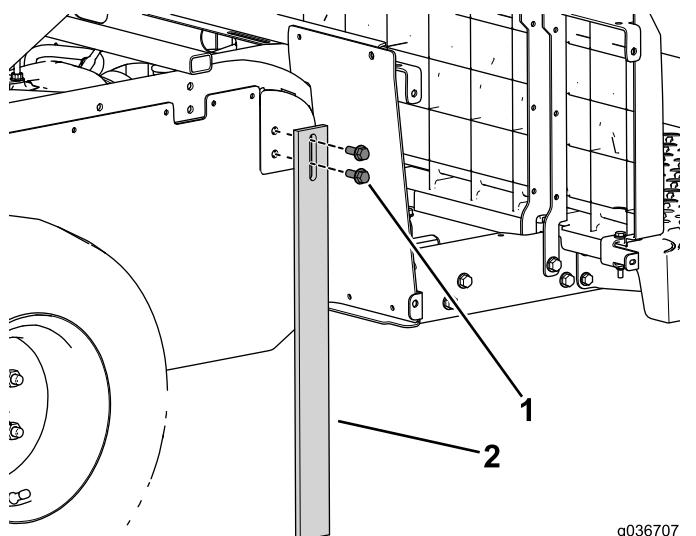

Рисунок 14
- Используйте 4 фланцевых болта для установки опорных стоек с обеих сторон машины (Рисунок 14).